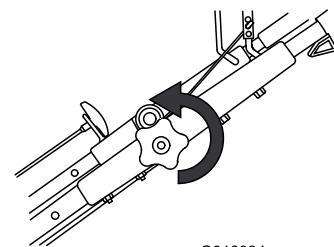

Figura 15
1. Allentate la manopola della sezione superiore della stegola (Figura 15).